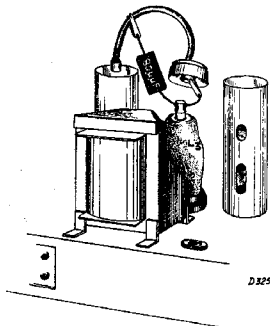

Fig. 2
12. 2e M.F.-kring verstemmen door een condensator van 80 μF te schakelen tusschen het stuurrooster van L3 en het chassis (fig. 2).